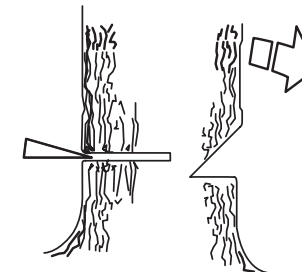

Рисунок 16 — Валочный пропил
• Валочный пропил (см. рис. 16) должен быть расположен примерно на 3–5 см выше нижнего подпила.